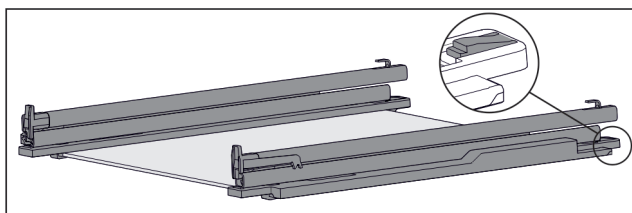

Fig. 110 Płyta szklana z szynami i elementami mocującymi
- ▶ Docisnąć element mocujący z tyłu do dołu (patrz Fig. 110) i jednocześnie wsunąć szynę do tyłu.